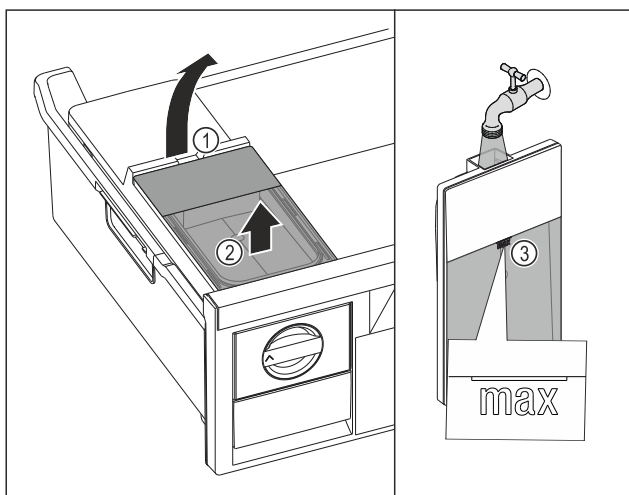

Fig. 71
- ▶ Поднимите бак для воды за выемку Fig. 71 (1).
- ▶ Извлеките бак для воды движением вверх Fig. 71 (2)
- ▶ Наполните бак для воды питьевой водой до отметки Fig. 71 (3).